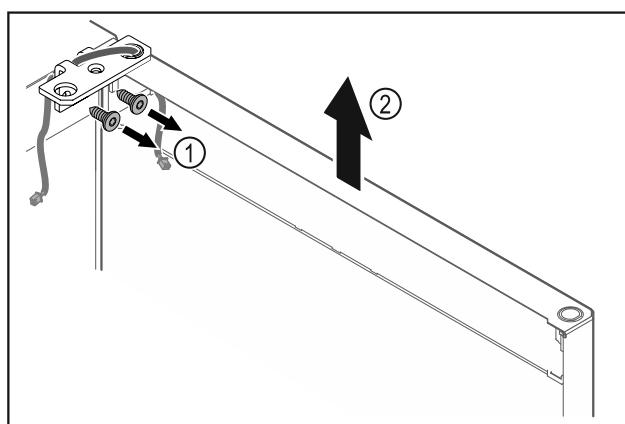

Fig. 16
- Odvignite kutne šarke Fig. 16 (1).
- Dignite vrata s kutnim šarkama Fig. 16 (2) cca 200 mm ravno prema gore i skinite ih.